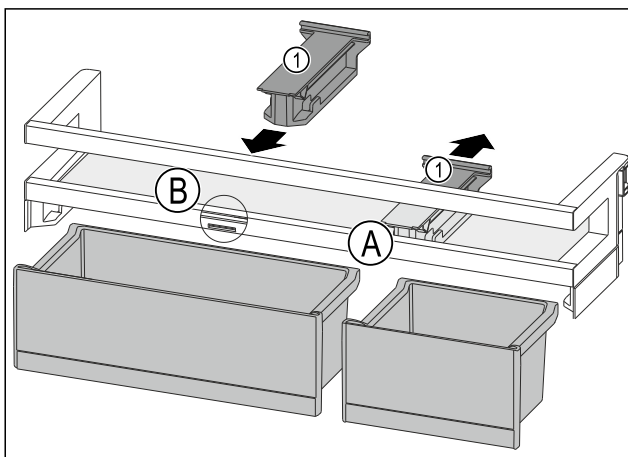

Fig. 109
- ▶ Halteteil Fig. 109 (1) in Position Fig. 109 (A) nach hinten abziehen.
- ▶ Halteteil Fig. 109 (1) in Position Fig. 109 (B) einsetzen.